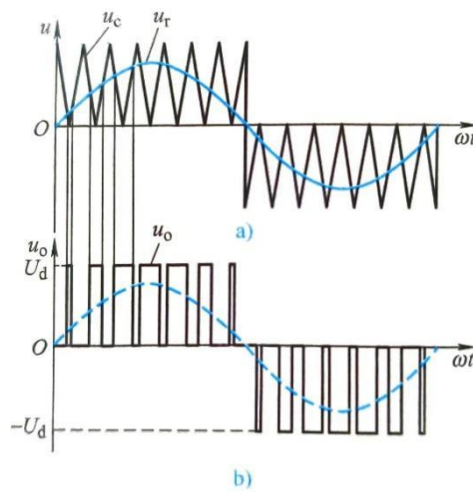
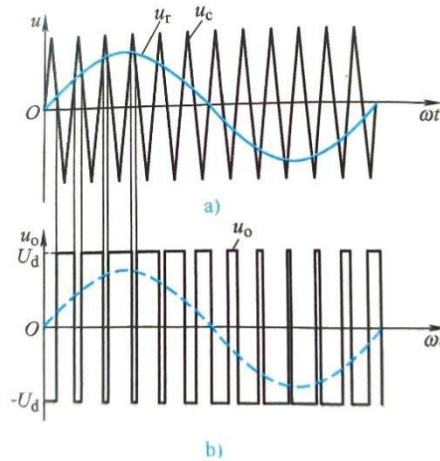

图 5-19 单极性 PWM 控制方式波形
图 5-20 双极性 PWM 控制方式波形
- 调制方式：单极性（半周单向，图 5-19）与双极性（全周双向，图 5-20）的区别。